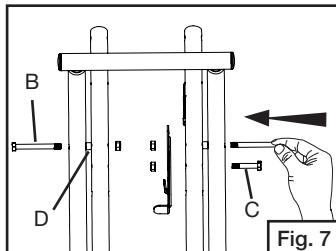

Fig. 7
- Inmovilice la manija de remolque y el soporte de la parrilla con pernos pivot, separadores y tuercas. (Fig. 7)